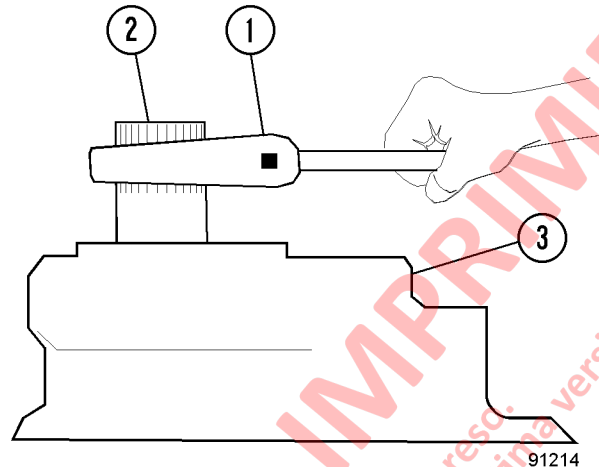

FIGURA 3-17. REVISIÓN DE LA ROTACIÓN DEL EJE DE MANDO DE LA BOMBA
27. Use una llave ajustable de 45 cm (18 in.), para revisar la rotación del eje de mando de la bomba. El eje de mando va a estar apretado, pero debería girar libremente con el torque máximo de **$15 \text{ N}\cdot\text{m}$ ($10 \text{ lb}\cdot\text{ft}$)**, después del arranque inicial. Ve a figura 3-17.